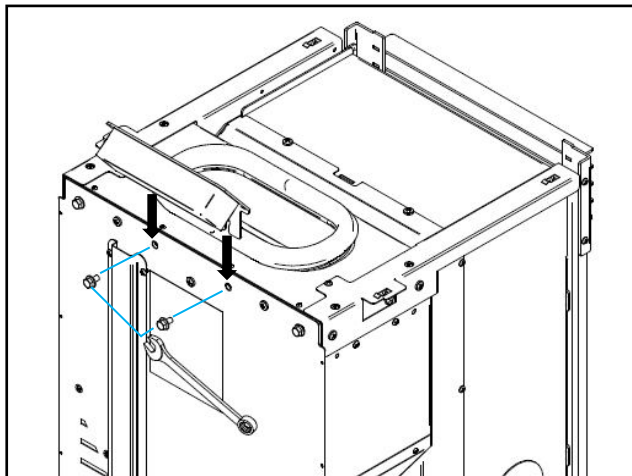

Figura 19 - Colocação display
a) Colocar o display que se encontra dentro da cuba de *pellets* na parte posterior da máquina como demonstra na Figura 19. Para realizar esta tarefa é necessário desapertar ligeiramente os parafusos que se encontram na parte posterior. Ao apertar o display pode ser necessário realizar um ajustamento em termos de altura.